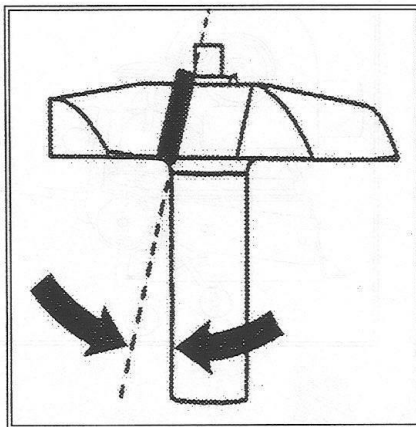

FIGURE 34
- mesurer l'angle de la face du couteau (Fig.34),